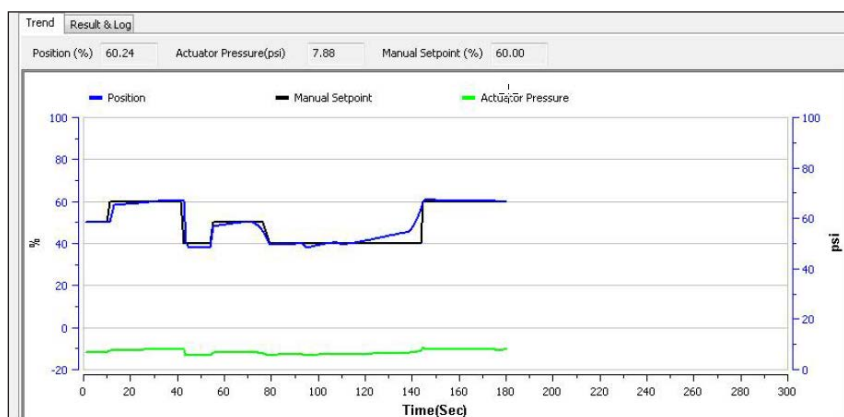

Рисунок 97 - Кривые диагностического теста стандартной сигнатуры
3. Введите уровень скорости, нажмите и появится предупреждение. В поле Status (Состояние) отображаются соответствующие сообщения и кривые графика Trend (Тренд) (Рисунок 97).